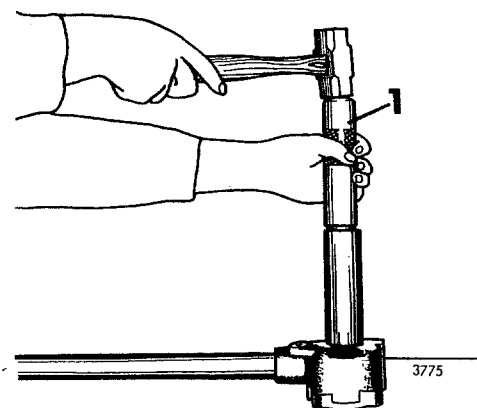

Fig 14-19. Montering av tätningsring
3. Montera sektoraxelns tätningsring, se fig 14-19.